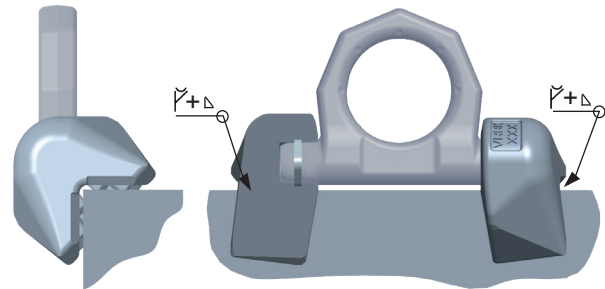

Fig. 3 : Cordon de soudure
- 10 Effectuez ensuite les soudures de finition. Commencez toujours du côté intérieur. L'ordre de soudure décrit doit impérativement être respecté. Pour ce faire, respectez le type de soudure et la taille de soudure indiqués dans Fig. 3 et Tableau 2.